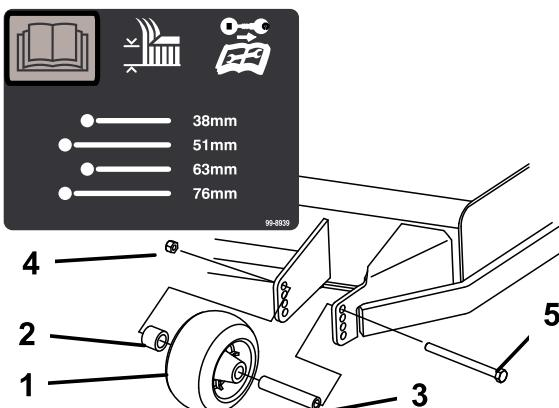
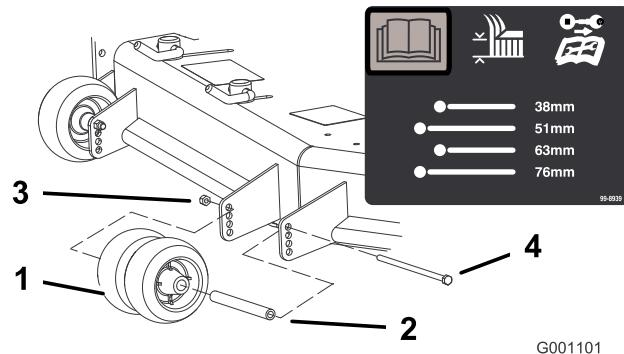
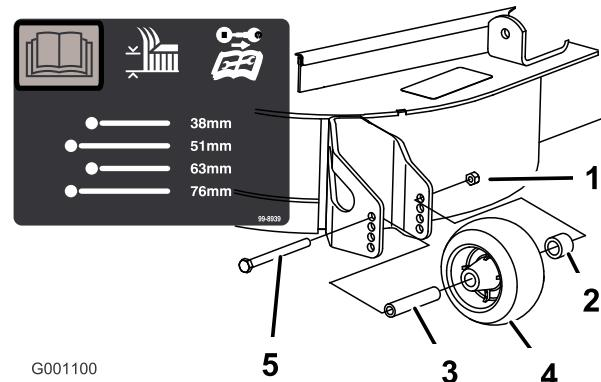

Figura 20
Figura 21
Figura 22
3. Despues de ajustar la altura de corte, ajuste los rodillos retirando la tuerca con arandela prensada, el casquillo, el espaciador y el perno (Figura 20, Figura 21 y Figura 22).
Nota: Los dos rodillos centrales no tienen espaciador (Figura 21).
5. Instale la tuerca con arandela prensada, el casquillo, el espaciador y el perno. Apriete el perno a 54–61 N·m (Figura 20, Figura 21 y Figura 22).